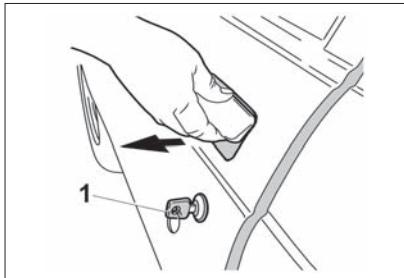

Рис. 4. Открывание двери
Передние двери блокируются: снаружи – поворотом ключа 1 (рис. 4, 5) или нажатием кнопки блокировки на пульте дистанционного управления; изнутри – нажатием на
- снаружи – за ручку в направлении стрелки (рис. 4, 5);